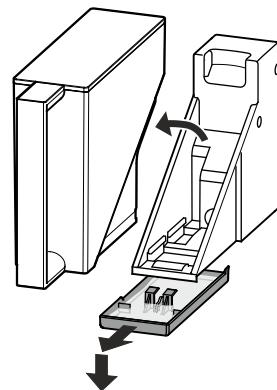

Figura 24
- Vaciado de la bandeja colectora de agua: Extraiga el depósito de agua. Desencaje con cuidado la bandeja tirando hacia arriba y, después, extrágala tirando hacia abajo - **Figura 24**.